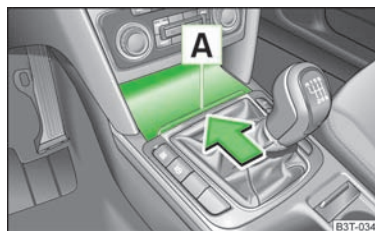

Fig. 91
- Ouvrez le cendrier » fig. 91.
- Appuyez sur la partie inférieure du couvercle du vide-poche au niveau de **A** » fig. 91 dans le sens de la flèche, le couvercle se referme.